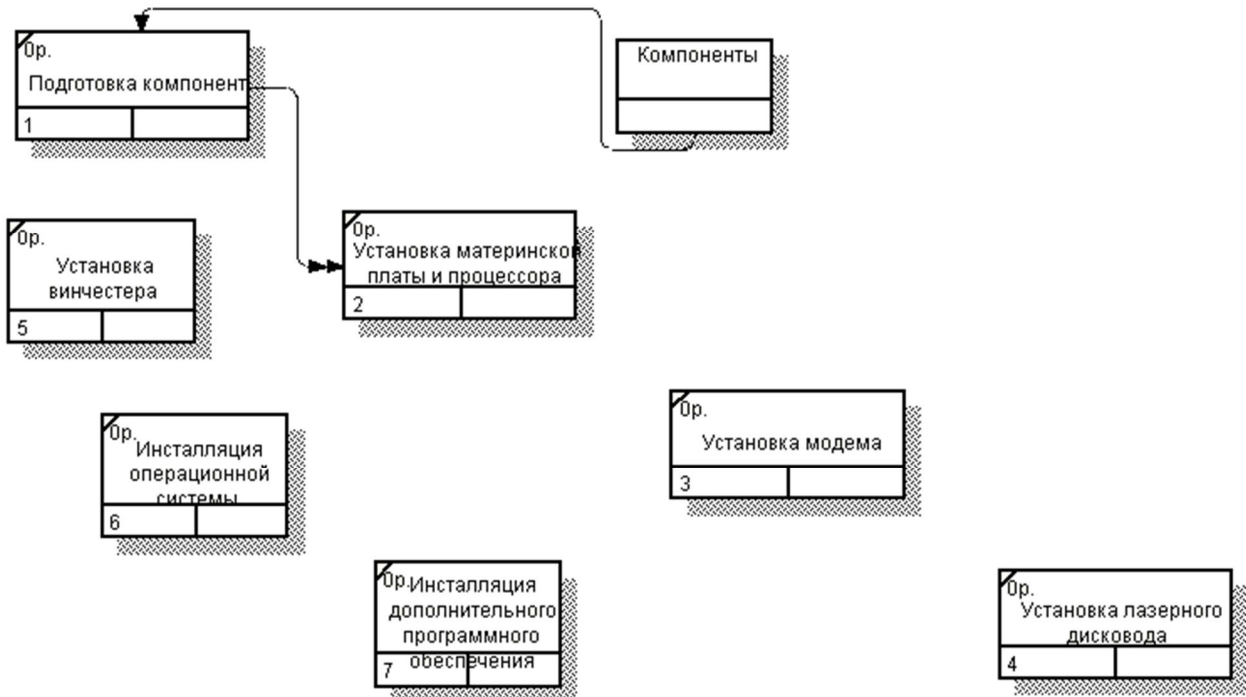

Рис. 21. Внешние ссылки и работы IDEF3
12. Свяжите стрелкой  работы "Подготовка компонентов" (выход) и "Установка материнской платы и винчестера" (вход). Измените стиль (Style, Type) этой стрелки на \odot ObjectFlow (рис. 21). В IDEF3 имя стрелки может отсутствовать, хотя BPWin воспринимает отсутствие имени как ошибку.